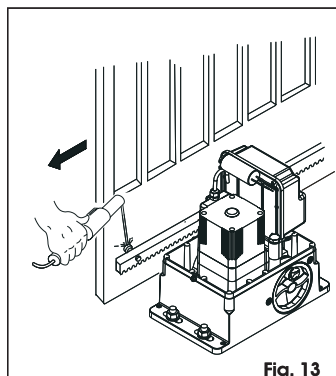

Fig. 13
- Apoye sobre el piñón la primera pieza de cremallera a nivel y suelde el trinquete roscado en la cancela como se indica en la Fig. 13.